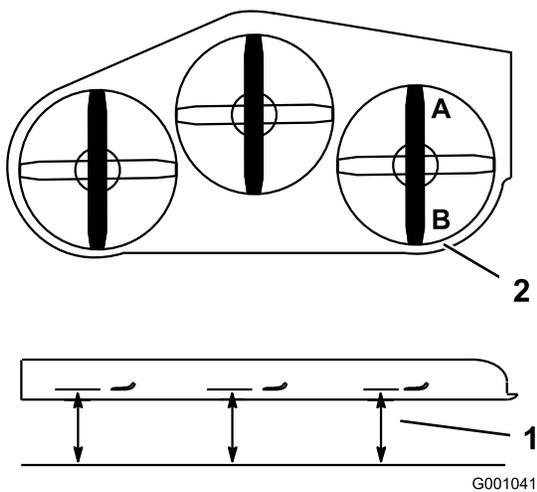

Figura 73
2. Coloque una cuchilla en posición longitudinal. Mida en las posiciones **A** y **B** desde una superficie nivelada hasta el filo de corte de los extremos de la cuchilla (Figura 73).